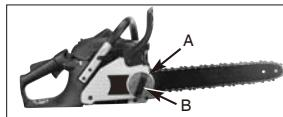

Fig. 4
1. Håll upp sågsvärdets spets och vrid justeringsringen (A) MEDÜRS för att öka kedjespänningen. Vrids ringen (A) MOTURS minskar spänningen i kedjan. Se till att kedjan sitter tätt hela vägen runt sågsvärdet. (Fig. 4)
2. Dra åt sågsvärdets låsknapp (B) hårt när justeringen är klar och med spetsen fortfarande riktad uppåt. Kedjan har rätt spänning när den sitter tätt runt hela svärdet och kan dras runt med en handskiförsedd hand. (Fig. 4)